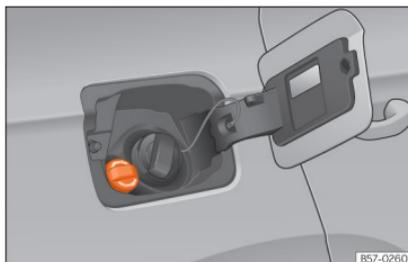

Fig. 226 Tampão do bocal de enchimento do reservatório do AdBlue.
- Abrir a tampa do depósito »»» **Fig. 226.**
»» **Fig. 226.**